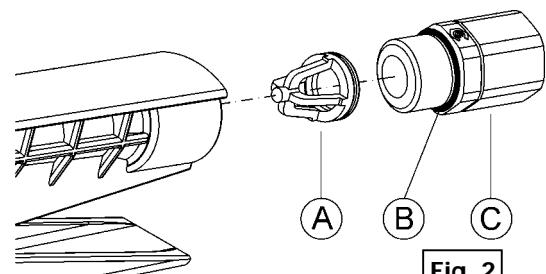

Fig. 2
- Place the filter (A, fig. 2) inside the control valve body and install the swivel (C, fig. 2) to the control valve inlet. **NOTE:** Verify that the swivel o-ring (B, fig. 2) is in its correct position and not damaged.
- Colocar el filtro (A, Fig. 2) dentro del cuerpo de la pistola y enroscar la rótula (C, Fig. 2) a la entrada de la pistola. **NOTA:** Verificar que la junta tórica de la rótula (B, Fig. 2) está bien colocada y no dañada.
- Placer le filtre (A, Fig. 2) à l'intérieur du corps de la poignée de distribution et serrer la rotule (C, Fig. 2) à l'entrée de la poignée. **NOTE :** S'assurer que le joint torique de la rotule (B, Fig. 2) n'est pas endommagé et qu'il est bien placé.
- Den Filter (A, Bild 2) im Körper der Pistole montieren und das Gelenk (C, Bild 2) an der Einlaß-Seite befestigen.
Achtung: Sicherstellen, daß der O-Ring (B,Bild 2) an der richtigen Stelle und nicht beschädigt ist.